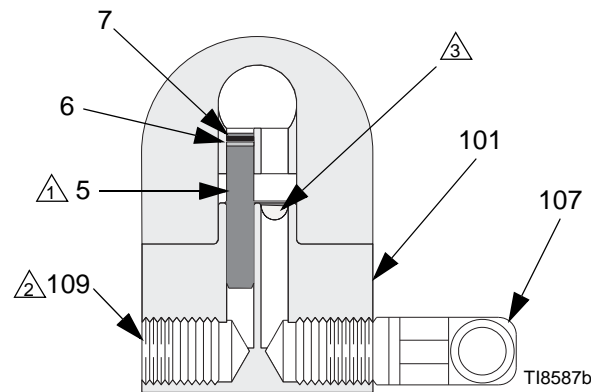

Fig. 1 : Configuration sans circulation (vue en coupe)
1. Consultez la FIG. 1. Enduisez les filetages et surfaces de contact du collecteur (101), le bouchon (109) et le coude (107), fournis non montés, de lubrifiant antigrippant 222955.
2. Montez un coude (107) sur l'un des orifices du collecteur (101) et placez un obturateur (109) sur l'autre.
3. Placez le bouchon intérieur (5) sur l'orifice produit du même côté que le bouchon du collecteur.
4. Branchez la tuyauterie produit sur le coude du collecteur (107).
5. Montez le pistolet sur le collecteur à l'aide des quatre vis (17). Commencez à visser les quatre vis, serrez d'abord les deux vis avant puis les deux vis arrière à un couple de 7,3 N•m (65 po-lb).